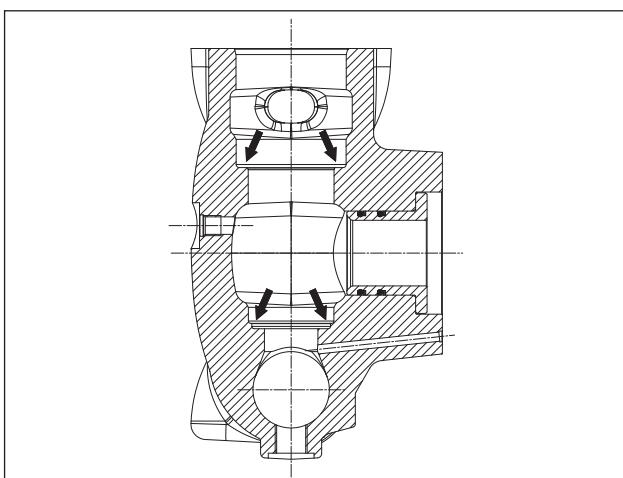

Рис. 109
Перед тем как устанавливать клапанные узлы обратно на место, хорошо очистите и высушите соответствующие гнезда в торце, обозначенные стрелками (поз. ①, Рис. 109).